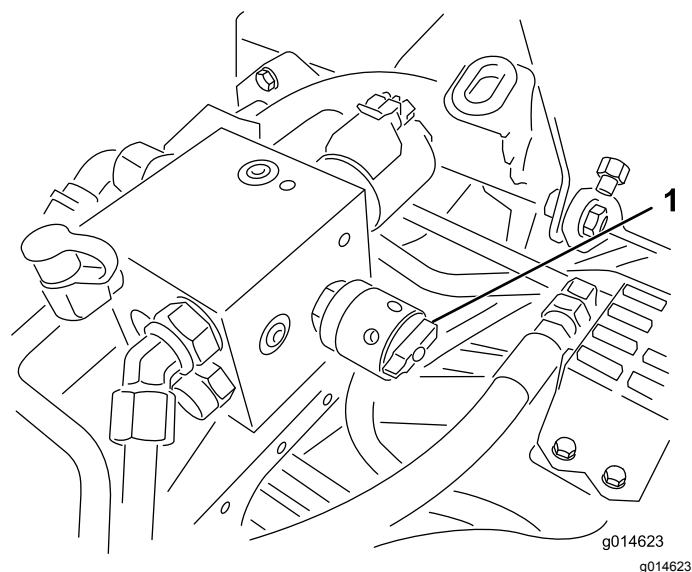

Bild 54
6. Drehen Sie dann das Handrad zur Spindeldrehzahl auf Einstellung 1 (Bild 54).